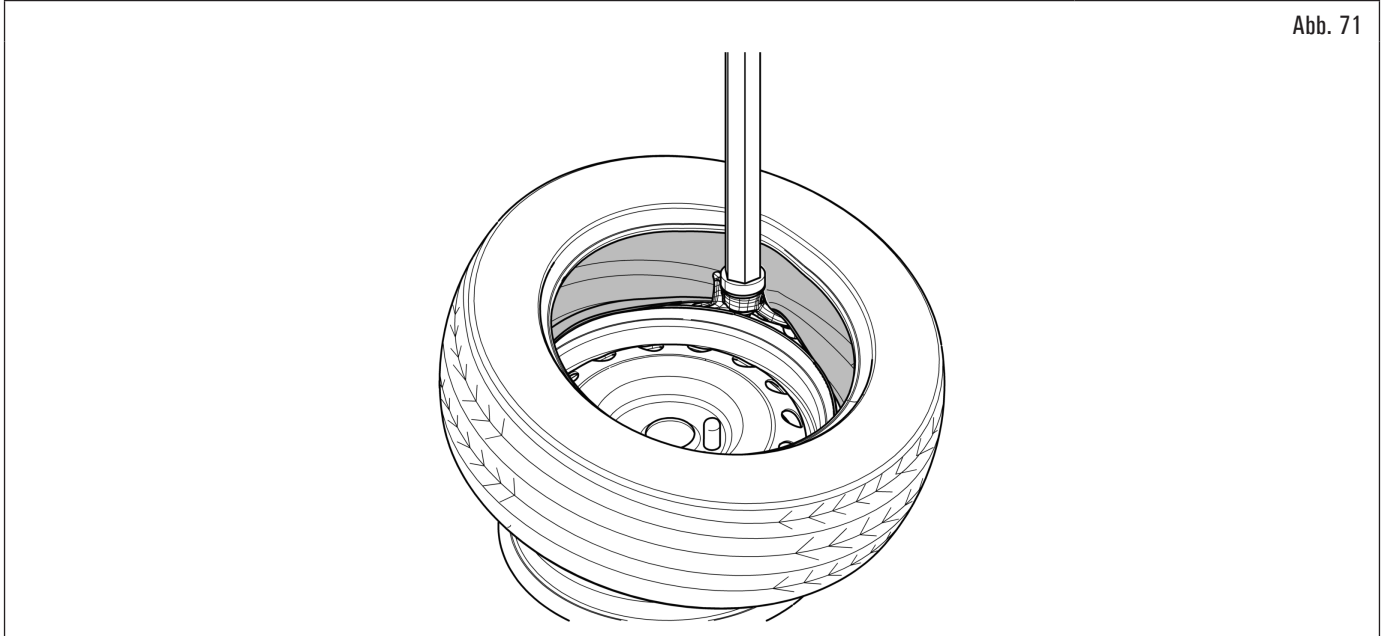

Abb. 71
3. platzieren Sie den Reifen auf der Felge, drücken Sie den Entriegelungsknopf (2. Auslösung) des Werkzeughalterarms (siehe Abb. 12) und positionieren Sie den Werkzeugkopf manuell auf dem Reifen (Abb. 71). Verriegeln Sie den Werkzeughalterarm durch Drücken (1. Auslösung) der entsprechenden Taste (siehe Abb. 12). Setzen Sie den Reifen in Montageposition auf den Werkzeugkopf und drücken Sie das Rotationspedal, bis der erste Wulst eingesetzt ist;